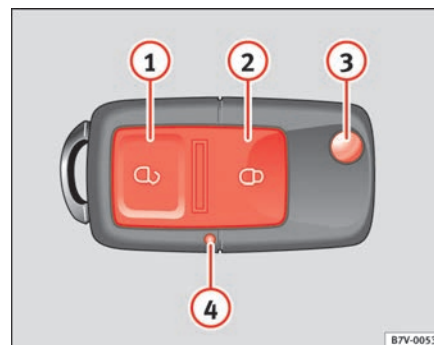

Abb. 61 Tastenbelegung Funkschlüssel
Es wird nur die Fahrertür entriegelt, wenn Sie den Schlüssel im Schloss der Fahrertür *einmal* in Öffnungsrichtung drehen oder einmal die Entriegelungstaste ⇒ Seite 96, Abb. 61  im Funkschlüssel drücken.
- Drücken Sie im Funkschlüssel die Taste  ⇒ Abb. 61 , um alle Türen und die Heckklappe zu entriegeln.
Bei Tastendruck leuchtet die Batterie-Kontrollleuchte im Funkschlüssel ⇒ Abb. 61  auf.
Mit der Taste im Funkschlüssel ⇒ Abb. 61  wird der Schlüsselbart entriegelt.
- Betätigen Sie einmal die Öffnungstaste  ⇒ Seite 96, Abb. 61 .
Wenn Sie die Taste  ⇒ Seite 96, Abb. 61  häufig außerhalb des Wirkungsbereiches betätigen, kann sich das Fahrzeug mit dem Funkschlüssel nicht mehr öffnen oder schließen lassen. Der Funkschlüssel muss dann neu synchronisiert werden.
Wenn die Batterie-Kontrollleuchte im Funkschlüssel ⇒ Seite 96, Abb. 61 ④ bei Tastendruck nicht leuchtet, muss die Batterie in Ihrem Schlüssel in Kürze ausgetauscht werden.
- Klappen Sie den Schlüsselbart heraus, indem Sie auf den Knopf ⇒ Seite 96, Abb. 61  drücken.